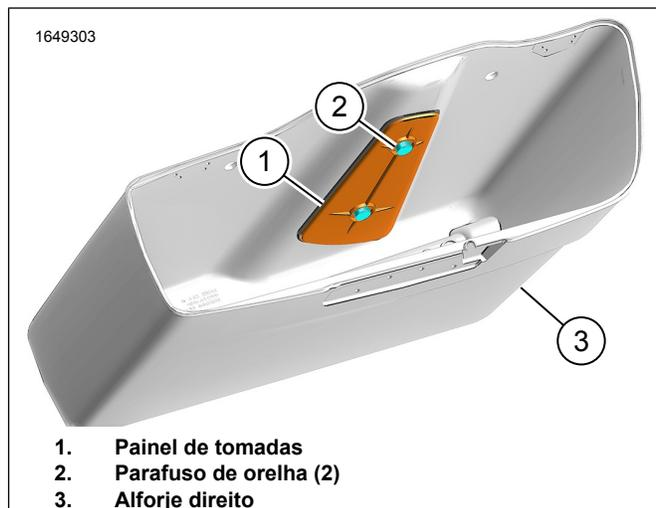

Figura 21. Painel de tomadas
- Veja a figura 21. Posicione o painel de tomadas (1) sobre a moldura interna.
- Instale os parafusos borboleta (2). Aperte.